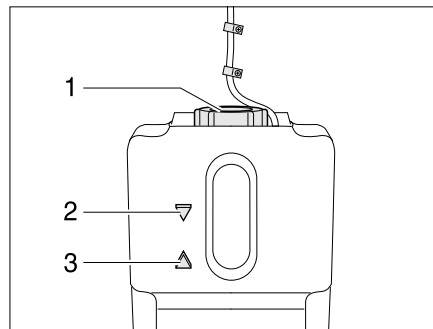

Bild 154 Ausgleichsbehälter Warmwasser-Heizung
- Prüfen, ob am Ausgleichsbehälter (Bild 154) die Flüssigkeit zwischen der Markierung "MIN" (Bild 154,3) und "MAX" (Bild 154,2) steht.
- Am Ausgleichsbehälter den Drehverschluss (Bild 154,1) aufdrehen.